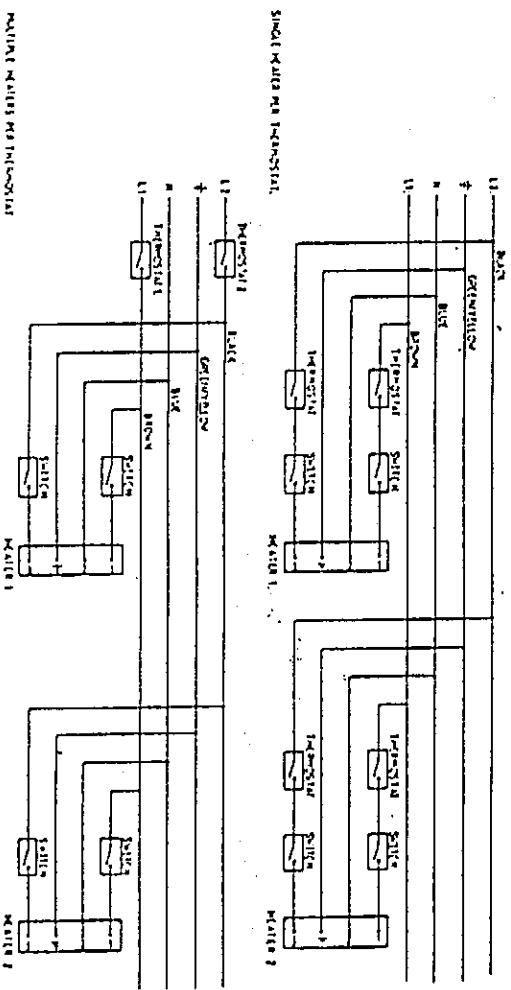

Abb. 4
Dreifachkabel und Erd-PVC ummanteltes flexibles Lieferkabel (0,5mm² - nach nationalen oder lokalen Standardspezifizierungen) muß benutzt und Anschlüsse wie in Abb. 4 gezeigt gemacht werden.
5.1.3 Wenn das Gerät einen Thermostat im elektr. Kreis eingebaut hat, vergewissern Sie sich, daß er hoch genug gesetzt ist, um Wärme zu verlangen. SRP30-Hi/Lo: vergewissern Sie sich, daß der Thermostat (T2 - siehe Abb.4) hoch genug gesetzt ist, um ebenfalls nach Wärme zu rufen.
- 5.1.10** Nur SRP30-Hi/Lo: Mit beiden Brennern gezündet (siehe 5.1.3), die Temperatureinstellung des zweiten Thermostats (T2 - siehe Abb. 4) runterdrehen und überwachen, daß der Brenner der am weitesten von der Kontrollventileinheit entfernt ist, erloschen ist. Den Brenner durch Hochdrehen der Temperatureinstellung des 2. Thermostats (T2) neu zünden.